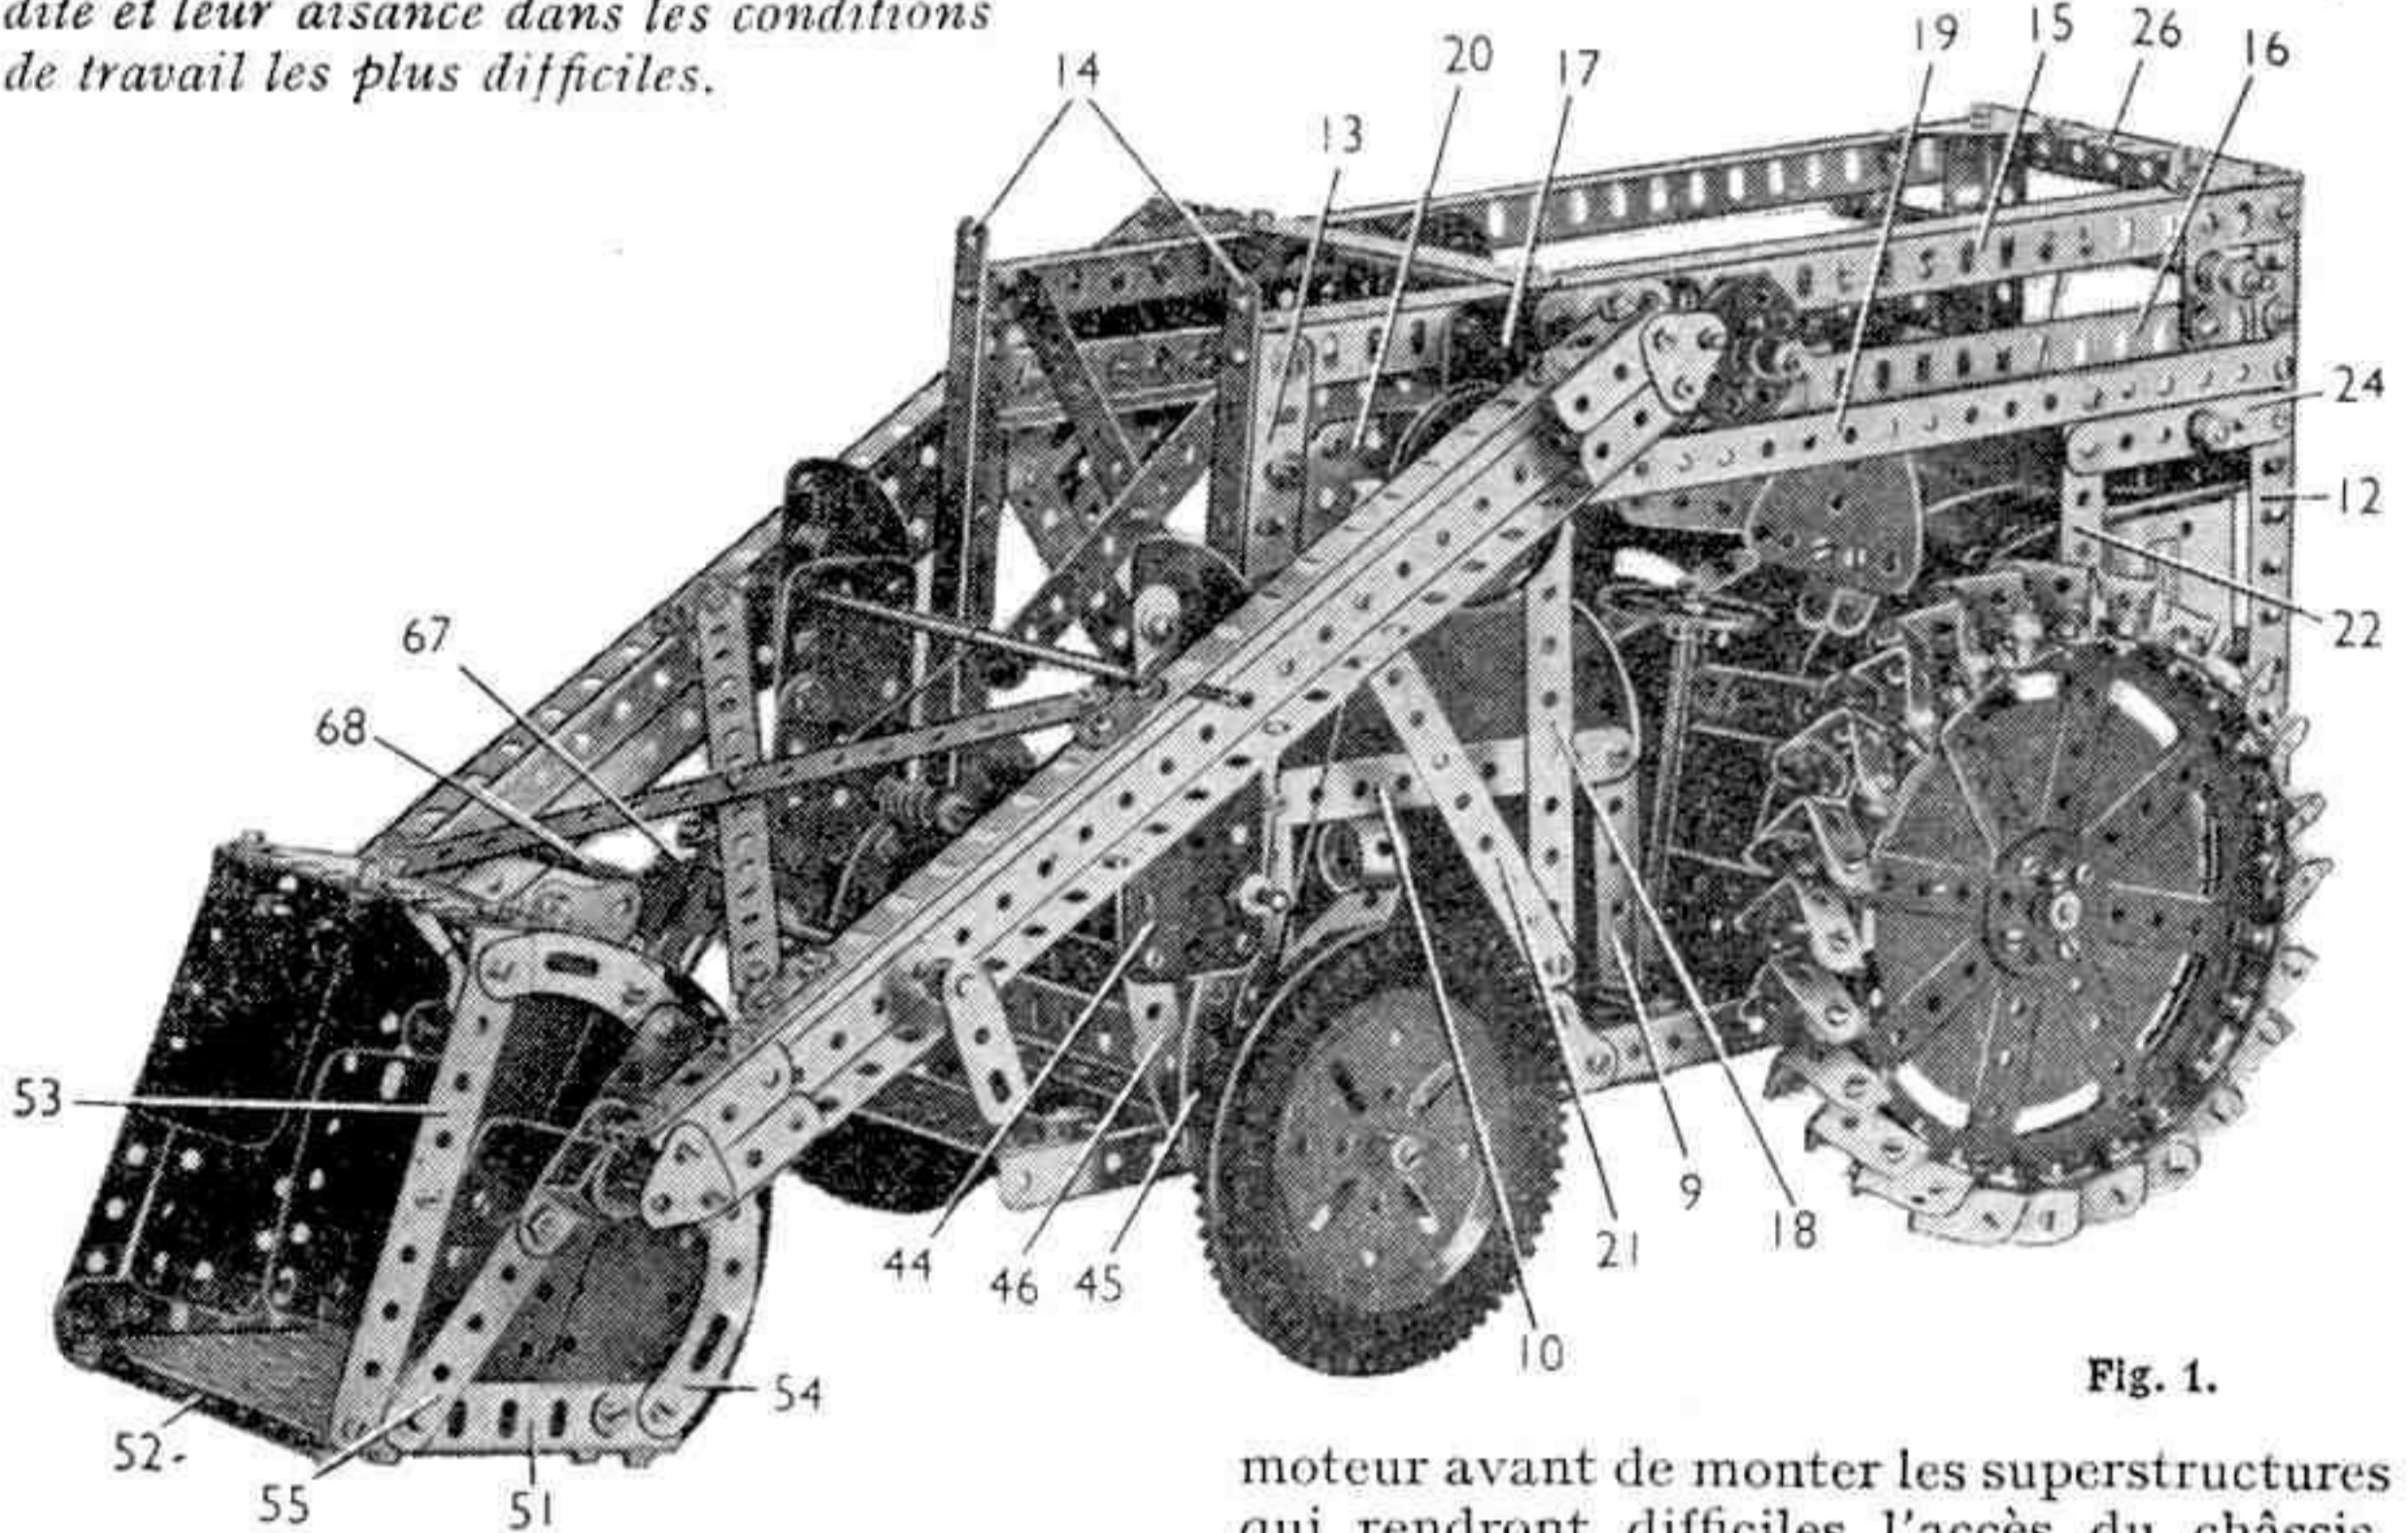

Fig. 1.
Chaque côté du capot (fig. 1) est formé par deux cornières verticales de 5 trous (9) réunies à leurs extrémités supérieures par une bande de 9 trous (1). Les cornières (9) avant sont fixées sur la cornière (6); les cornières (9) arrière sont fixées à une cornière de 5 trous boulonnée sur le bord de la plaque (8). Les deux bandes (10) sont reliées par deux plaques flexibles de $11,5 \times 6$ cm. (11) incurvées (fig. 3). L'avant et l'arrière du capot sont formés chacun d'une plaque sans rebords de 6×6 cm. surmontée d'une plaque semi-circulaire.
Les deux côtés du bâti sont de construction identique. Une cornière de 15 trous (12) est boulonnée verticalement à chaque angle arrière du châssis, et elle est étayée par deux grands goussets d'assemblage (fig. 1 et 4).